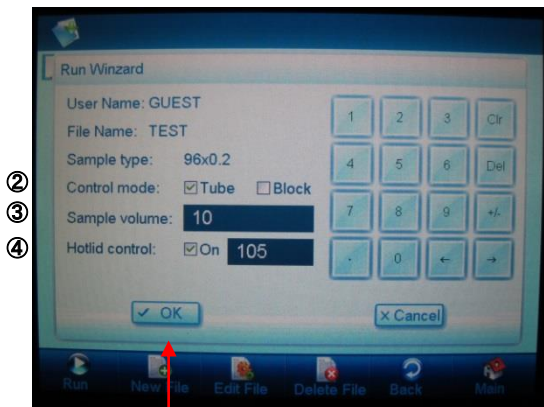

図4
Run設定画面が開きますので、下記の設定を選択し、OK (図4-①)をタッチします。
①
- 1) Control mode (図4-②)
- 2) Sample Volume (図4-③)
- 3) Hotlid control (図4-④)